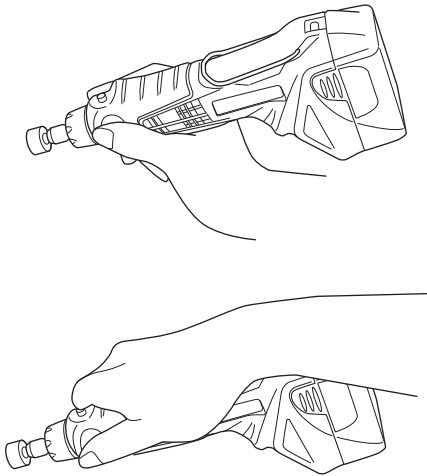

Fig. 10
Si ocurre esto, con la tuerca de la pinza aflojada, presione el extremo de la herramienta ligeramente contra un objeto duro. (Fig. 10)
- La amoladora se estrecha hacia el soporte de la herramienta de punta. Coloque el dedo en la sección estrecha y sujete la amoladora para un fácil funcionamiento. (Fig. 10)